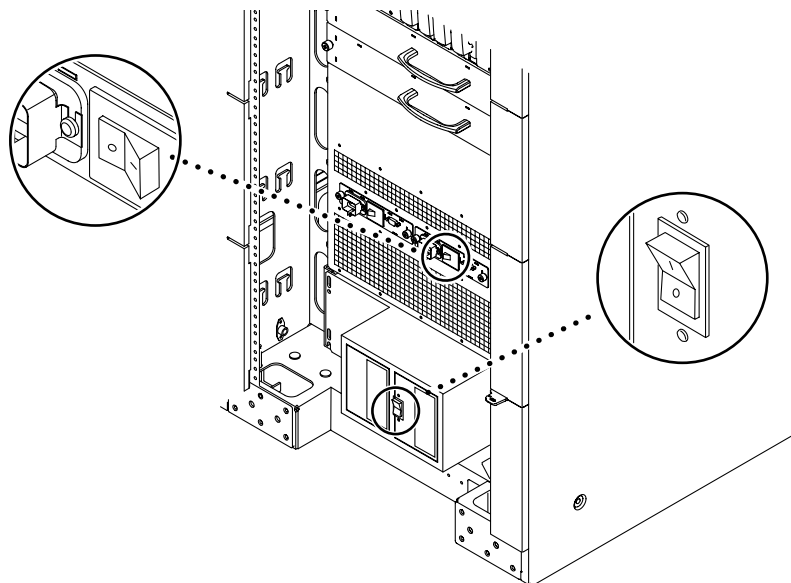

図 2-13 Sun Fire 6800 システムの電源スイッチの場所
- b. システムの正面および背面にある RTU AC 電源スイッチをオフにします (図 2-13)。
4. RTS 電源スイッチの電源を入れます (図 2-13)。
5. AC 入力ボックスの電源スイッチの電源を入れます (図 2-13)。